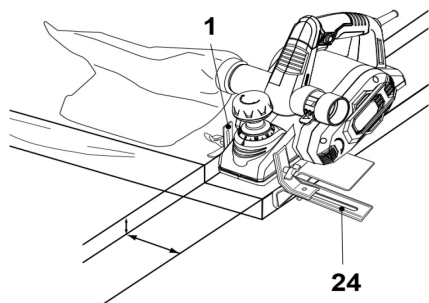

Рис. 10
С помощью входящего в комплект параллельного упора (24) можно вырезать Г-образный или П-образный паз на деревянной заготовке (Рис. 10).
1. Установите параллельный упор (24) на рубанок и отрегулируйте его ширину (см. подраздел 6.2. Установка параллельного упора).
2. Отрегулируйте глубину выборки четверти с помощью ограничителя глубины выборки четверти (1).